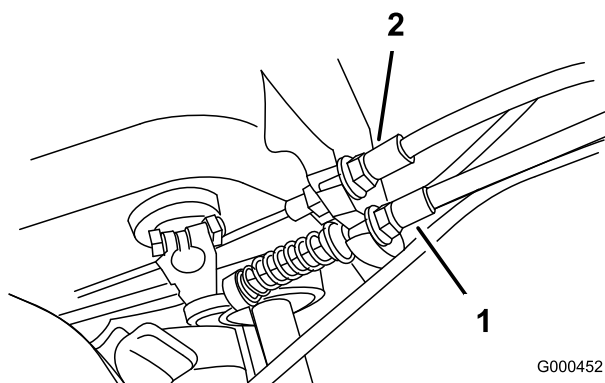

図 29
2. ブレーキ・ケーブルの前ジャム・ナットをゆるめ、後ジャム・ナット（図 29）を締めてケーブルの張りを出し、2.7～4.1 kgの力でブレーキが作動するようにする。力の計測はレバー・ノブの部分で行う。ブレーキ・バンドが締めりっぱなしにならないよう注意すること。